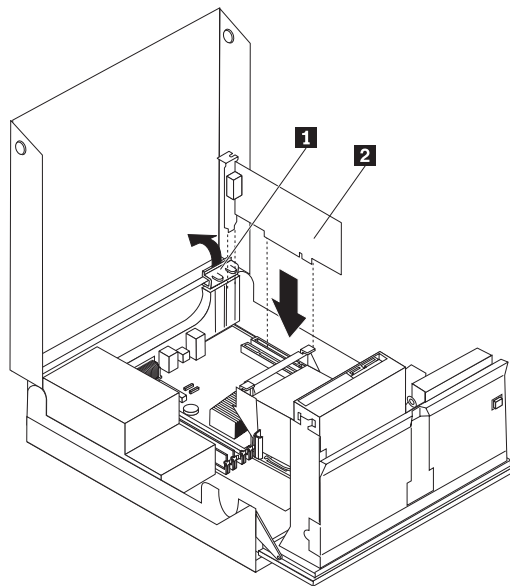

图 31. 打开适配卡固定器并卸下适配卡
2. 将适配卡固定器 **1** 旋转到打开位置，以便卸下发生故障的适配卡或添加适配卡。请参阅图 31。